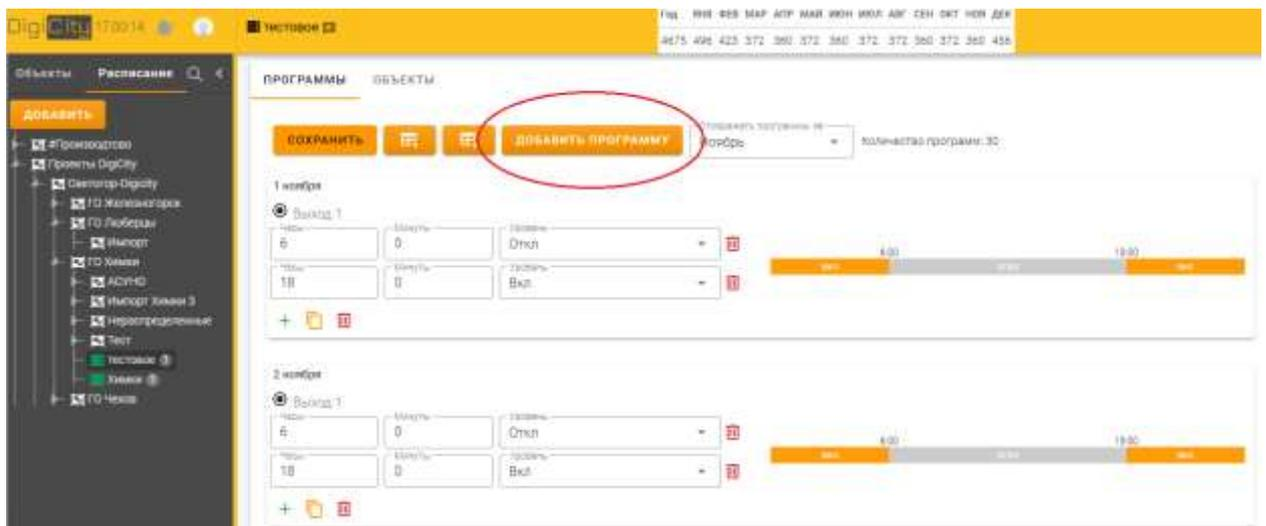

Рисунок 86 – Добавить программу в расписание
- 1) Выберите добавленное расписание и нажмите «Добавить программу» (рис. 86).